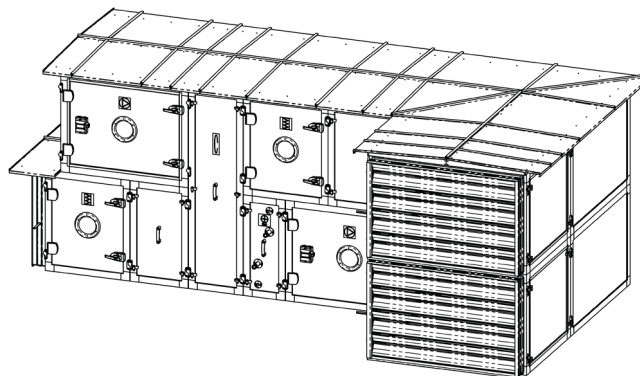

Abb. 6.5
5. Montieren Sie die Standarddachsegmente gemäß Kapitel 5, Absätze 4, 5 und 6 wie in Abbildung 6.5 gezeigt, am Eckdach.